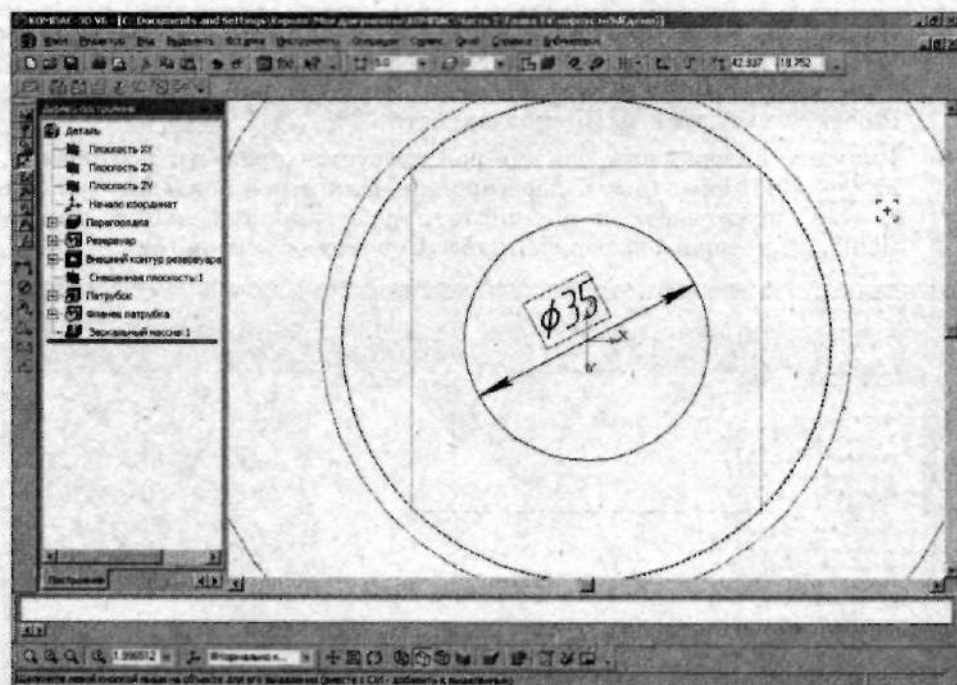

Рис. 2.142. Эскиз для построения отверстия
2. Создайте эскиз, изображенный на рис. 2.142.